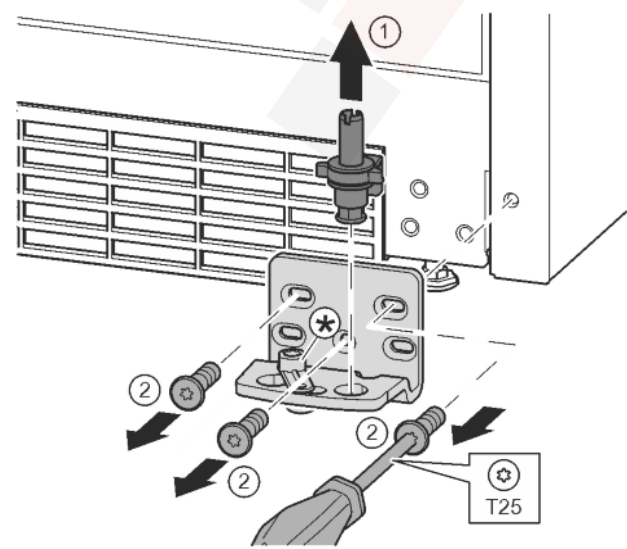

Fig. 14
- ▶ A teljes csapszeget felfelé húzza ki. Fig. 14 (1)
- ▶ A T25 csavarhúzóval tekerje ki a csavarokat, és vegye le a csapágybakot Fig. 14 (2)